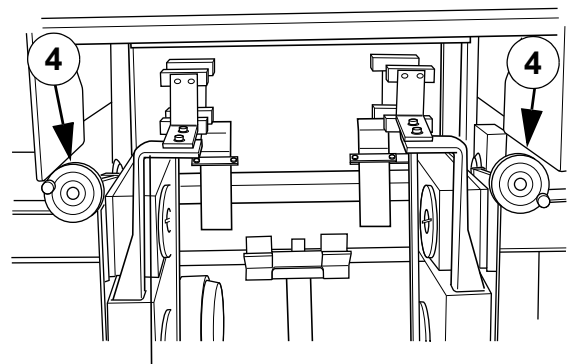

Abb. 14 Abstand einstellen
- 4 Stellen Sie den Abstand zwischen den Fingerplatten durch Drehen des Knopfs ein, siehe Abb. 14. Der Abstand sollte sein: Bahnbreite (B) plus 20-25 mm auf jeder Seite. Beide Fingerplatten sollte von der Maschinenmitte den gleichen Abstand haben.